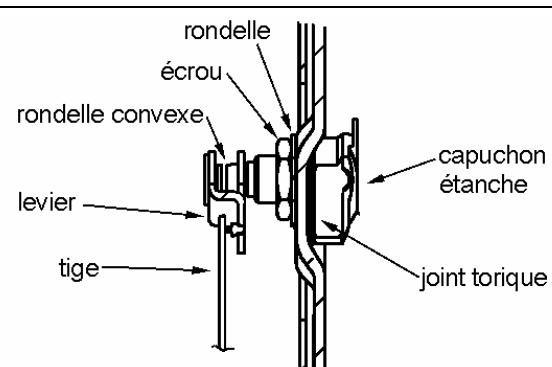

FIGURE 6
2. Insérer la nouvelle serrure dans l'orifice du capuchon étanche puis placer le joint torique autour de la serrure de façon à ce qu'il soit coincé entre la porte et la base du capuchon étanche (voir figure 6).